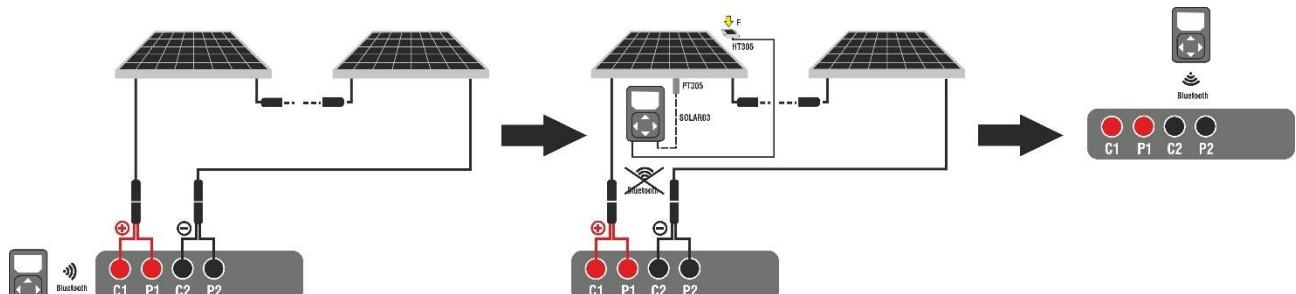
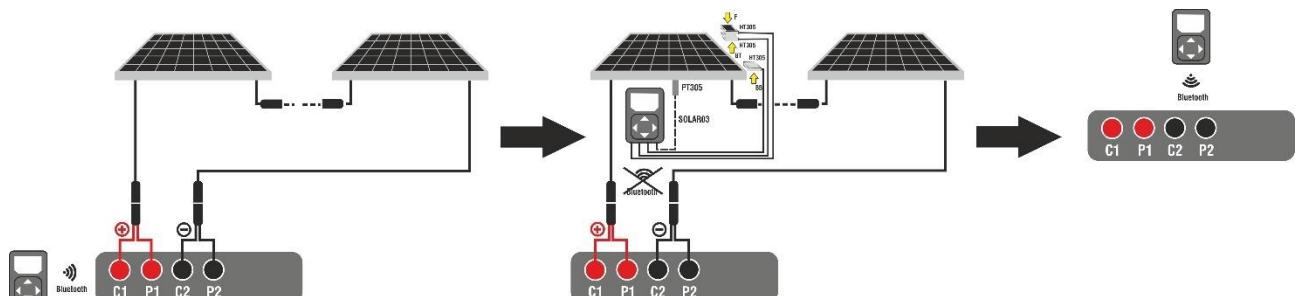

Fig. 47: Utilisation avec SOLAR03 en enregistrement synchrone sur modules Monoface
Fig. 48: Utilisation avec SOLAR03 en enregistrement synchrone sur modules Biface
2. Connectez l'instrument au module/chaîne testé comme indiqué sur la Fig. 47 (Modules Monoface) ou la Fig. 48 (Modules Biface). En particulier, connectez le pôle négatif sortant du module/string aux bornes **P2, C2** et le pôle positif sortant du module/chaîne aux bornes **P1, C1**
3. Rapprochez l'unité distante SOLAR03 de l'instrument comme indiqué sur la Fig. 47 ou la Fig. 48 – côté gauche
8. Amener l'unité à distance à proximité des modules et connecter les sondes d'irradiation/température (si nécessaire) comme indiqué dans la Fig. 47 ou la Fig. 48 – côté central. En particulier:
18. **À la fin de la session d'essais**, débrancher l'unité distante SOLAR03, la ramener à proximité de l'instrument (voir la Fig. 47 ou la Fig. 48 – côté droit) et vérifiez la reconnexion automatique avec l'instrument